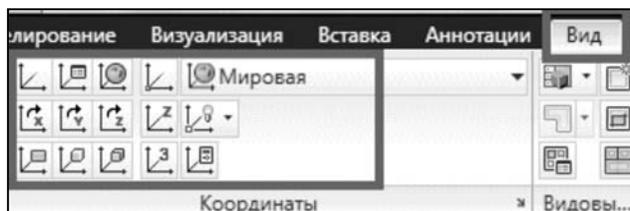

Рис. 2.1. Расположение команды вызова ПСК
- ♦ «Лента»: «Вид» / «Координаты» / «ПСК» (рис. 2.1);